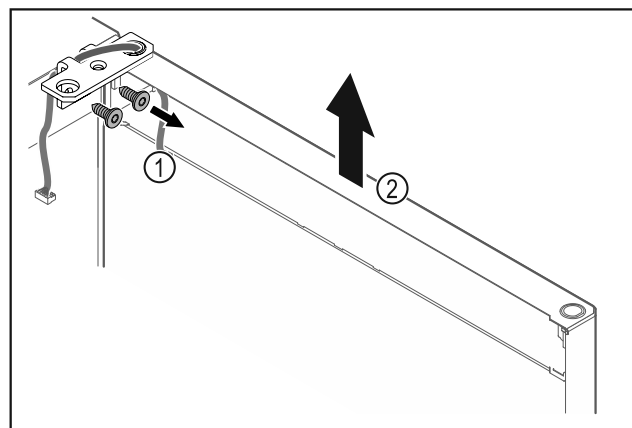

Fig. 29
- Scharnierwinkel Fig. 29 (1) abschrauben.
- Tür inklusive Scharnierwinkel Fig. 29 (2) circa 200 mm gerade nach oben heben und abnehmen.